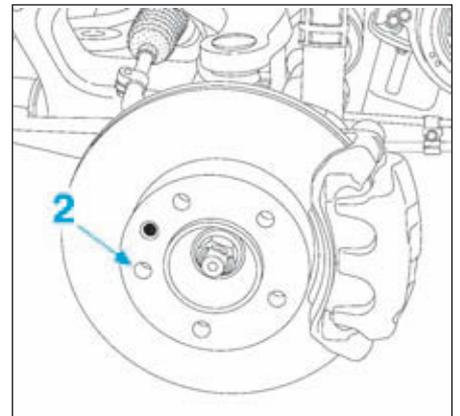

FIG.4
- les vis de fixation (2) du disque de frein et le dégager (Fig.4).